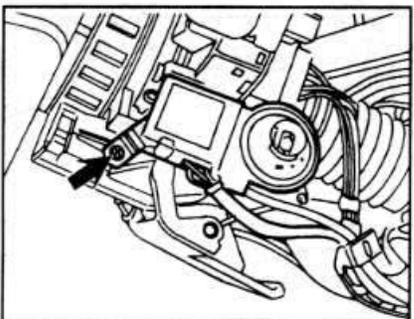

Рис. 10.44. Винт крепления пассивной противоугонной системы.
- При наличии отвинтите 1 винт и снимите пассивную противоугонную систему (см. рис. 10.44).